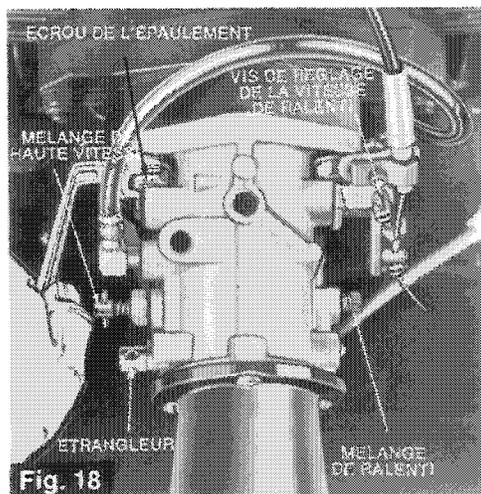

Fig. 18
À l'aide d'un tournevis, tournez la vis de réglage vers la droite pour augmenter la vitesse de ralenti et vers la gauche pour la réduire (fig. 18).
6. Réglage du ralenti	Vissez la vis de réglage du ralenti puis dévissez de 3/4 de tour; finissez le réglage avec le moteur en marche (fig. 18). Attendez que votre moteur soit réchauffé.